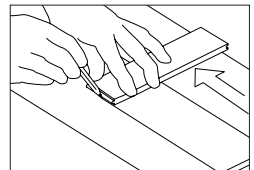

Figure 13
- Plancher d'essai : Si le mur n'est pas droit, trusquiner au besoin la première planche (Figure 13) pour maintenir l'alignement avec le trait de craie. Installer une planche d'essai (à chant rectiligne) en utilisant les fixations appropriées pour le sous-plancher. Si une planche est utilisée pour la rangée de départ, s'assurer que le chant avec rainure fait face au mur.
- Cales : Aligner la première rangée avec le mur à l'aide de cales pour maintenir un jeu de dilatation de 13 mm (1/2 po) et pour stabiliser le produit. Si le mur n'est pas droit, trusquiner au besoin la première planche (Figure 13) pour maintenir l'alignement avec le trait de craie.